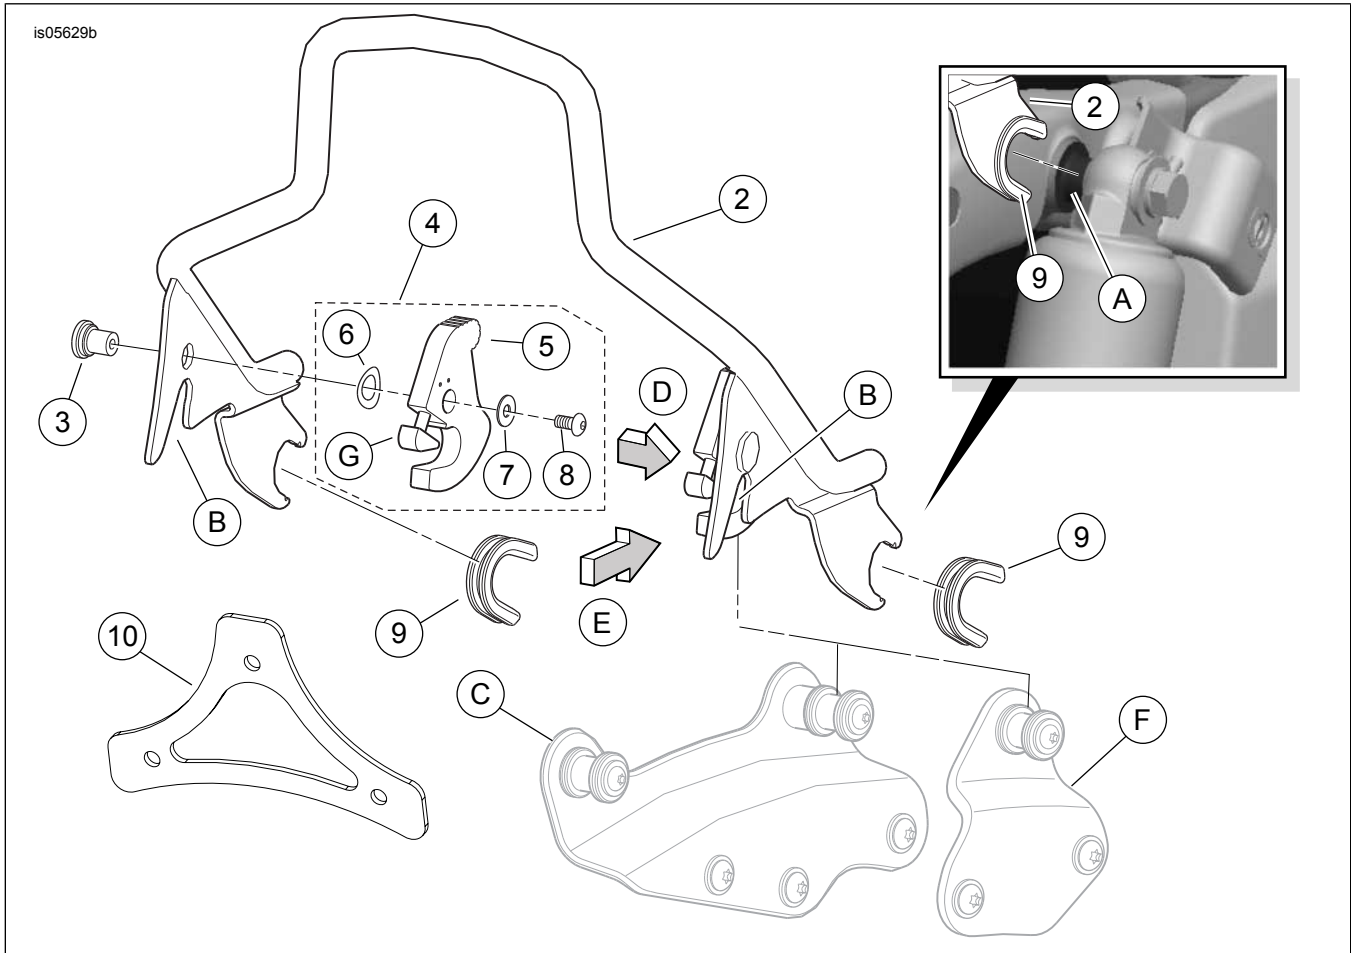

Figura 3. Peças de reposição: Montantes sissy bar H-D Detachables Touring
Consulte Figura 3 e Tabela 1.
2. Consulte Figura 3. Fique atrás da motocicleta. Coloque os entalhes do montante dianteiro dos lados direito e esquerdo (com as buchas no lugar) nos pontos de suporte (A) internos dos suportes do amortecedor superior. Certifique-se de que as buchas (9) das fendas assentem totalmente nos pontos de suporte dos amortecedores.
3. Veja Figura 3, setas (D) e (E), e Figura 1. Posicione as travas giratórias (4) sobre os pontos de suporte traseiros (3). Verifique se as laterais do montante (1) e as travas se encaixam no pescoço dos pontos de suporte traseiros como mostrado. Isto pode exigir uma pressão suave das laterais do montante sissy bar.